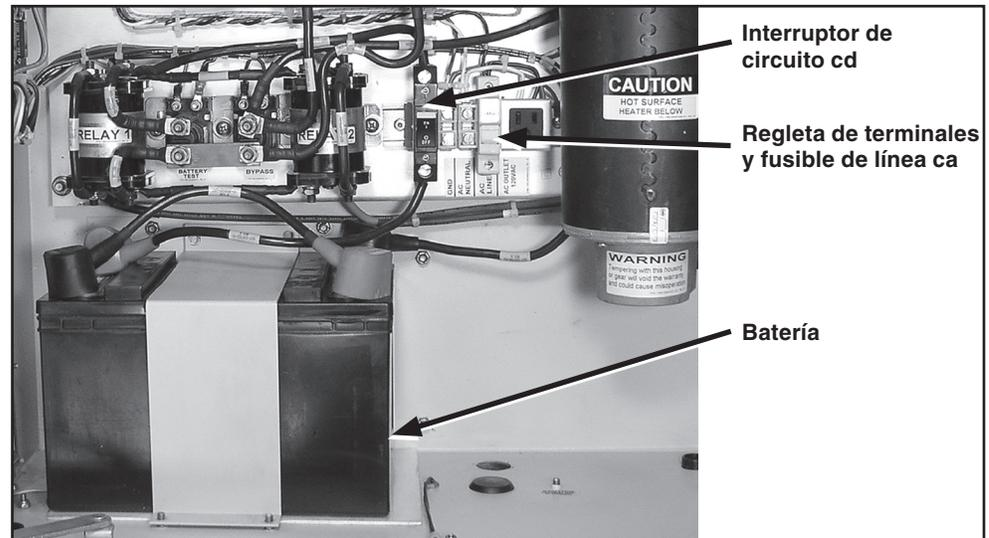

Figura 1. Cableado de energía del Operador de Interruptores 6801M.
- Abra el tablero y asegúrese de que el interruptor de circuito de 24 volts (cerca del centro del gabinete) está Apagado. Retire el fusible de la línea ca (Ver la Figura 1).
- Retire el tapón de embarque del orificio del conducto e instale la energía de 120 Vca de la alimentación del control. La Figura 1 muestra la ubicación de la regleta de terminales.
- (f) Alinee los orificios de la abrazadera de sujeción de la batería con las espigas. Coloque la abrazadera sobre las baterías y utilice tuercas de retención para asegurarla. Vea la Figura 1 en la página 8.